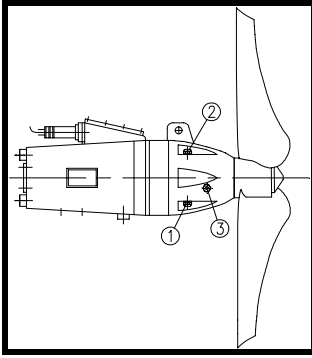

Abb. 9.6.2a
- Vorgehen:** (siehe Abb. 9.6.2a)